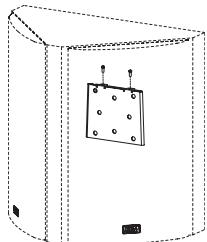

Figura 12
7) Para qué el montaje sea más seguro, las dos partes del soporte pueden, opcionalmente, atornillarse entre sí. Utilice los dos tornillos para metales suministrados para unir las dos partes del soporte. (Vea la Figura 12)